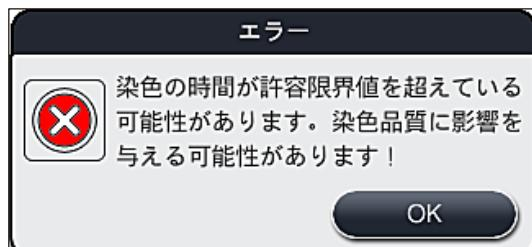

図 107
- この情報メッセージの確認後、染色時間が超過した可能性があることがユーザーに通知されます。すなわち、特定の条件下の試薬において、または危機的状況下にあるステーションにおいて、個々のラックが時間を費やすすぎたために、染色品質に影響を与える可能性があることを示します。この情報メッセージ（→「図 107」）を「OK」ボタンで確認し、処理を再開します。